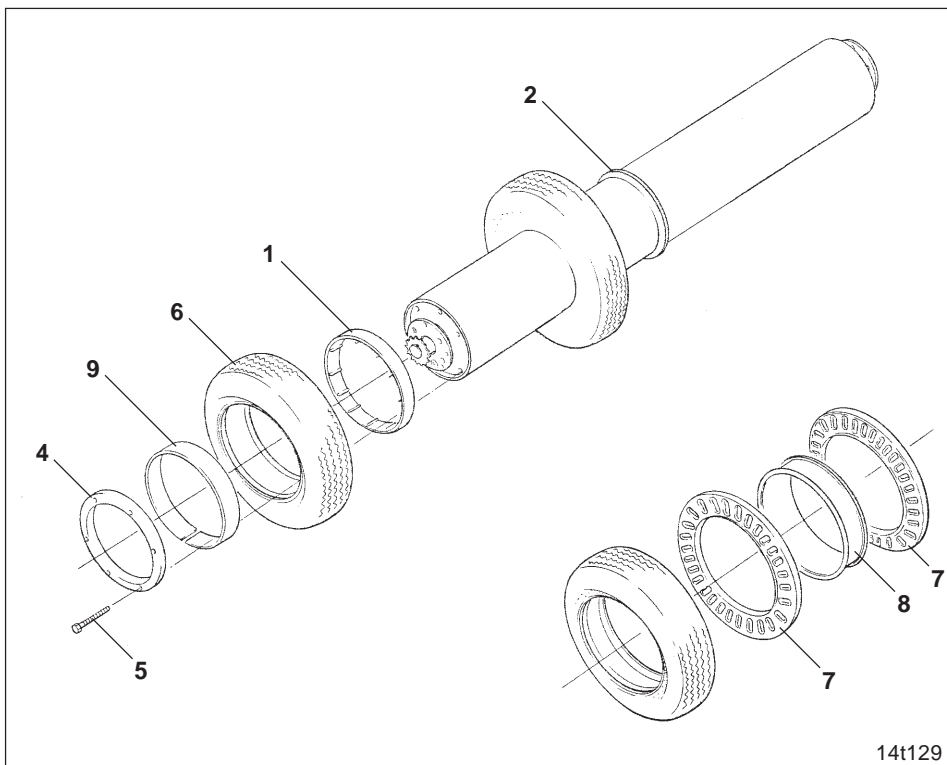

Fig. 12.9
Der gleichmäßige Abstand der Reifen auf der Walze wird mit Kunststoff-Distanzringen (Fig. 12.9/1) erreicht. Etwa in Walzenmitte ist ein Rundstahlring (Fig. 12.9/2), der von außen sichtbar ist, an der Walze angeschweißt. Deshalb können nicht alle Reifen zu einem Ende der Walze geschoben und abgenommen werden.
- Walzenendplatte (Fig. 12.9/4) abschrauben. Die sechs Skt.-Schrauben M16 (Fig. 12.9/5) der Reihe nach mit jeweils einer Umdrehung lösen, damit die Walzenendplatte nicht verkantet. Reifen (Fig. 12.9/6) und Distanzringe (Fig. 12.9/1) einschließlich des defekten Reifens vom Walzenmantel abziehen.
Sie können den defekten Reifen mit Stützringen und Innenring gegen einen komplett montierten Reifen (siehe Tabelle) austauschen. Oder Sie verwenden die beiden Stützringe (Fig. 12.9/7) und den Innenring (Fig. 12.9/8) weiter und bestellen nur den Reifen ohne Stützringe und ohne Innenring (siehe Kap. 12.4.1). Die Reifenbreite richtet sich nach der Anzahl der Schare an Ihrer Särschiene. Jeweils zwei Schare arbeiten in der rückverfestigten Spur eines Reifens. Kleine Reihenabstände (10 cm) erfordern schmalere Reifen als größere Reihenabstände (12,5 cm).
- Vormontierte Reifen (Fig. 12.9/6) und Distanzringe (Fig. 12.9/1) auf den Walzenmantel aufschieben.
- Vor der Montage des letzten Reifens ist der Montagering (Fig. 12.9/9) auf den Walzenmantel aufzuschieben. Dadurch wird die Montage des letzten Reifens erleichtert. Der Montagering muß bündig mit der Außenkante des letzten Reifens abschließen.
- Walzenendplatte (Fig. 12.9/4) auf das Walzenrohr aufsetzen und die Schrauben (Fig. 12.9/5) von Hand in die Gewindebohrungen einschrauben. Damit die Walzenendplatte nicht verkantet sollten die Schrauben der Reihe nach mit je einer Umdrehung und erst zum Schluß fest angezogen werden.
Die beiden Stützringe (Fig. 12.9/7) und den Innenring (Fig. 12.9/8) entnehmen Sie dem defekten Reifen, indem Sie ihn einfach aufschneiden.